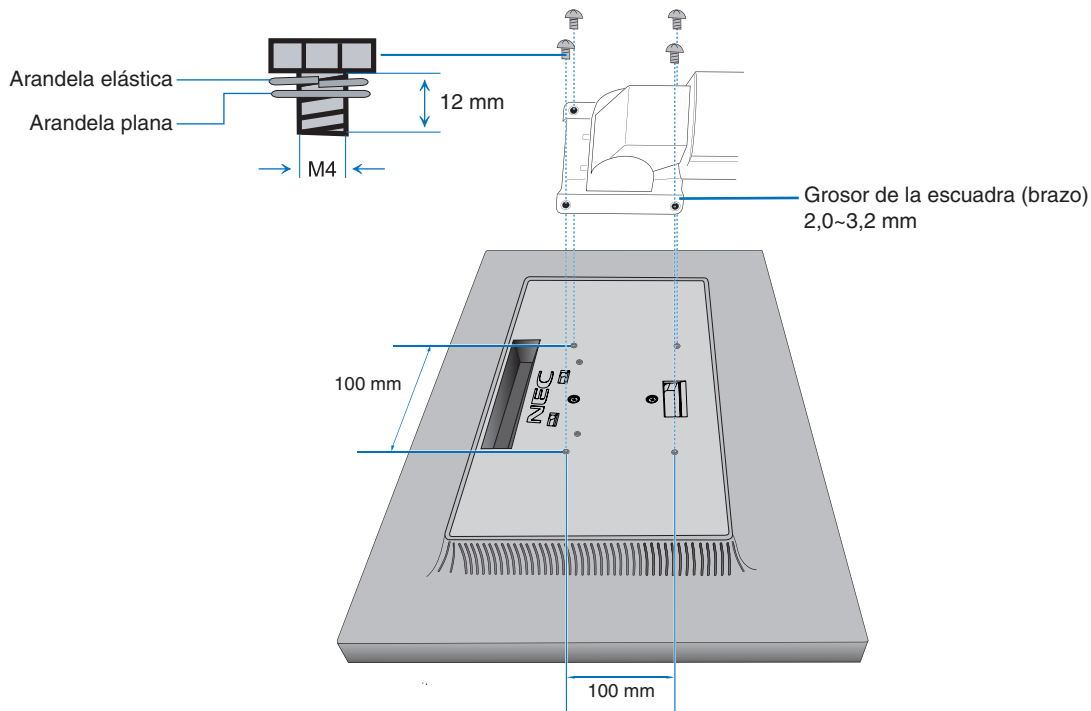

Figura F.1
2. Acople el brazo al monitor (**figura F.1**) con los 4 tornillos que cumplen las siguientes especificaciones.